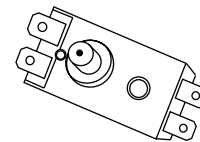

Рис. 12
– для водонагревателей серий RS1: открыть гайку крепления термовыключателя, закрепленного на фланце ТЭНа, перевернуть термовыключатель и нажать до щелчка кнопку, расположенную по центру термовыключателя рис. 12;